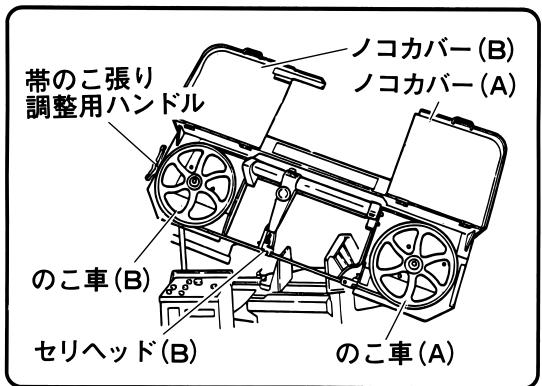
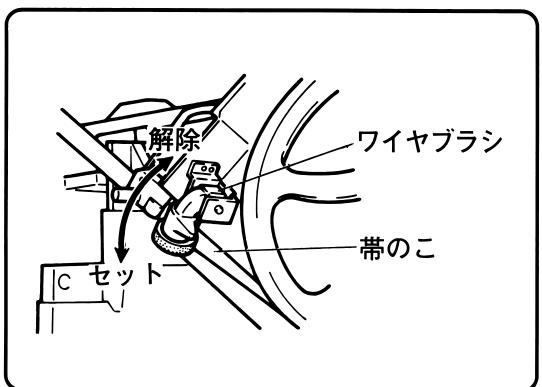

図 17
図 18
- (1) ノコカバー (A) およびノコカバー (B) を上方に開けます。 (図17)
- (2) ワイヤーブラシを上方に解除します。 (図18)
- (3) セリヘッド(A), (B)部のボルト(A)を反時計方向に4~5回転ゆるめます。
- (4) 帯のこ張り調整用ハンドルを反時計方向にまわし、のこ車 (B) をセリヘッド (B) の方に移動させます。 (図17, 19)
- (5) 帯のこをフレームの上方側よりさしこみ、さらにのこ車 (A) , のこ車 (B) の順にかけてください。 (図17)